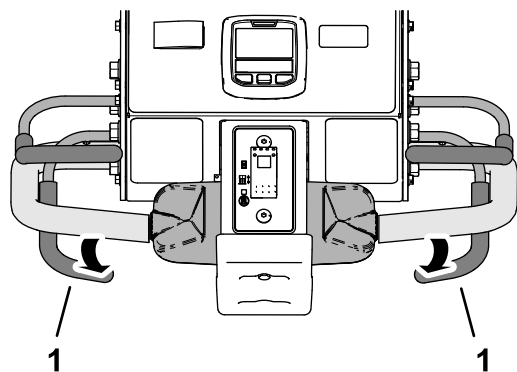

図 92
- 前タイヤが作業場所に入るタイミングで、エアレーションベイルから手を離す 図 92。